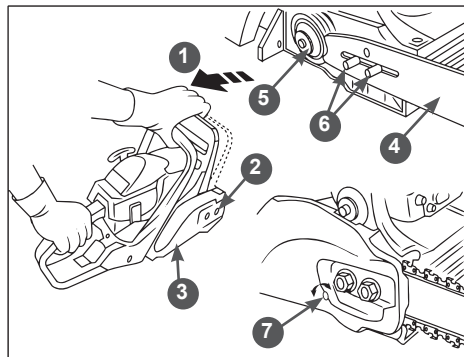

Рис. 3 Установка шины
3. Перед установкой шины и цепи убедитесь в том, что тормоз цепи находится в расторможенном положении. Для этого ручку тормоза 1 (Рис. 3) потяните на себя до щелчка.
4. Открутите гайки 2 и снимите крышку шины 3 (Рис. 3).
5. Установите шину 4 пазом на шпильки крепления шины 6 и передвиньте ее в сторону муфты сцепления 5 для облегчения установки цепи (Рис. 3).
7. Вращая винт шестерни натяжения цепи 7 (Рис. 3) против часовой стрелки, установите палец натяжителя в крайнее левое положение. Установите на место крышку шины 3 (Рис. 3).
10. Отрегулируйте натяжение цепи (см. раздел «Регулировка натяжения цепи» вращая винт шестерни натяжения цепи 7 (Рис. 3) по часовой стрелке.